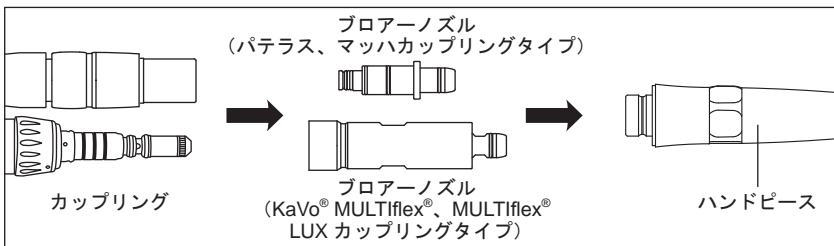

図 15
- 4) 付属のブローノズルをカップリングジョイントに取り付け、ハンドピースの後部へブローノズルを接続しエアのみで空運転します（図 15）。これによりハンドピース内に残留したパウダーが排出されます。